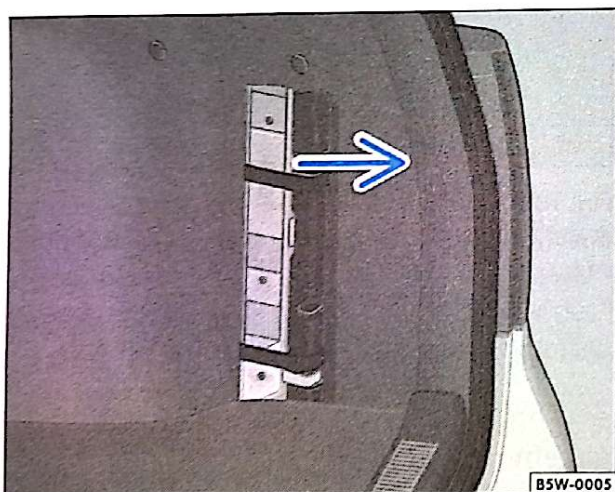

Fig. 139 Acesso às lâmpadas da lanterna traseira
O acesso ao conjunto da lanterna traseira é feito através do compartimento de bagagem, afastando a cobertura no sentido da seta ⇒ fig. 139. Recomendamos que, em caso de dúvida, solicite a substituição das lâmpadas do conjunto lanternas traseiras em uma Concessionária Volkswagen.
- Afasto o revestimento para acesso às lâmpadas ⇒ fig. 139.